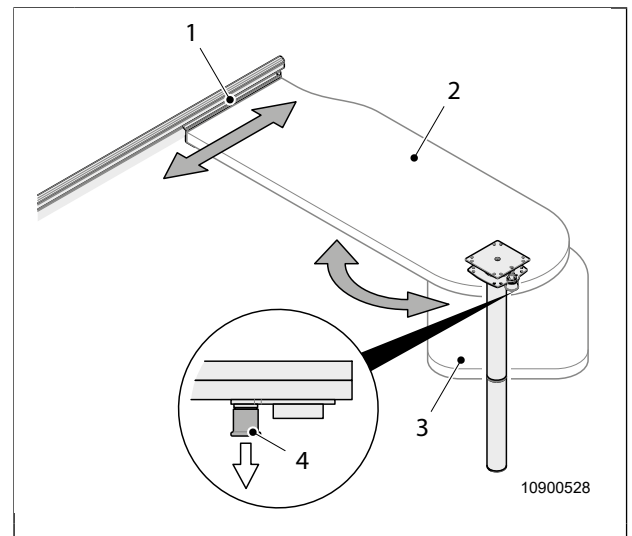

Fig. 23 Mesa de enganche giratoria
1. Tirar el botón (Fig. 23, pos. 4) hacia abajo.
2. Girar el tablero de mesa giratorio (Fig. 23, pos. 3), hasta que engatille el botón.
1. Levantar el tablero de mesa (Fig. 23, pos. 2) a la derecha.
2. En la situación levantada, desplazar la mesa a lo largo del riel guía (Fig. 23, Pos. 1) a la posición deseada.